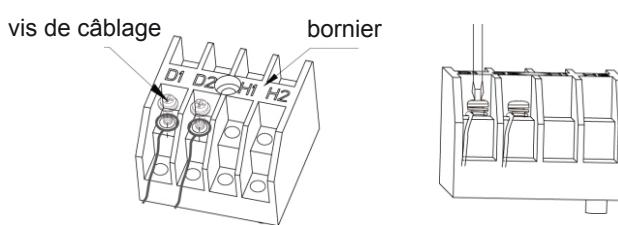

Fig 5.3.1
- (1) Ôter le couvercle du boîtier électrique.
- (2) Faire passer le câble de communication par les passages de câble.
- 3) Connecter le câble de communication aux bornes D1 et D2 de la carte de câblage 4 bit intérieure, comme indiqué sur la Fig 5.3.1.